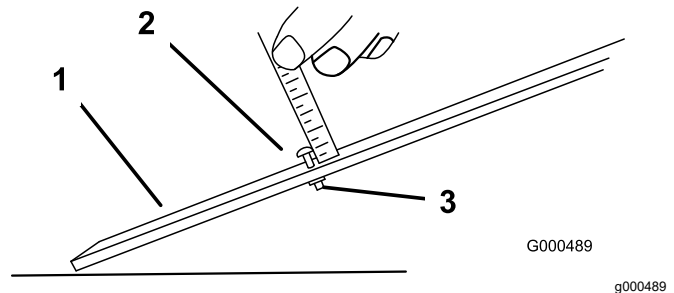

Рисунок 8
1. Ослабте гайку на вимірювальній планці та встановіть регулювальний гвинт на потрібну висоту зрізу (Рисунок 8).